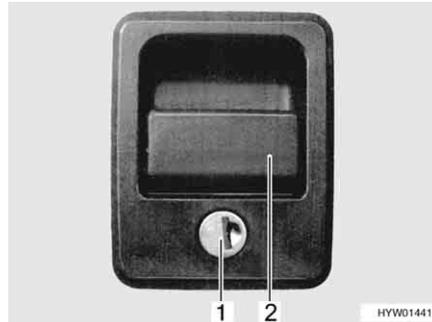

Fig. 40 Cerradura de la trampilla con tirador concha
- Introducir la llave en el cilindro de cierre (Fig. 40,1) y girarla un cuarto de vuelta. La cerradura de la trampilla está desbloqueada.
- Tirar del asidero de la cerradura (Fig. 40,2). La trampilla exterior está abierta.